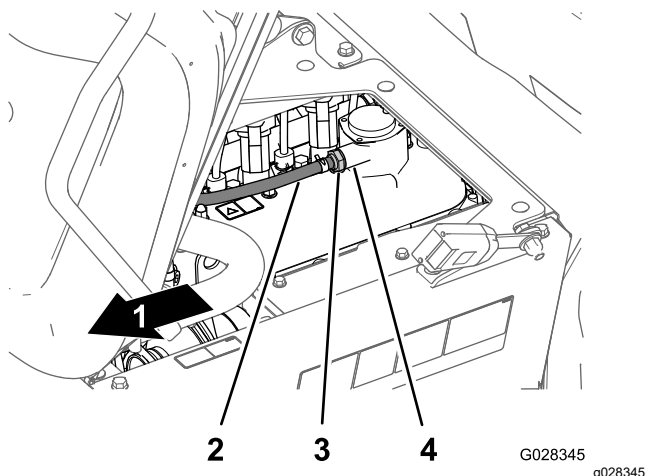

図 113
2. バルブカバーのフィッティングからPCVバルブを取り外す 図 113。
注 バルブ内部にあるレストリクタがカラカラと音を立てる場合は継続使用可能。バルブを振っても中から音がしない場合はPCVを交換する 図 113。
4. バルブカバーのフィッティングの一番奥までPCVバルブを押し込む 図 113。